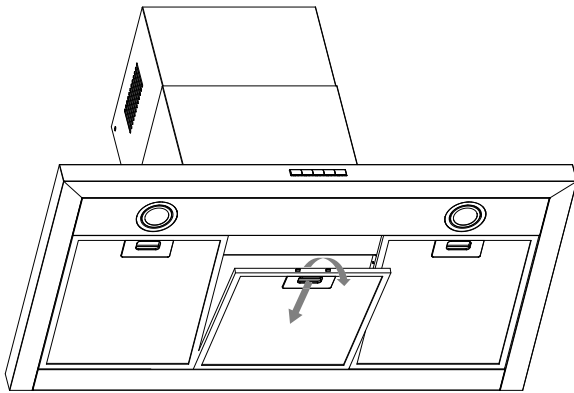

Fig.8
- Retirez les filtres à graisse (voir Fig. 8.).